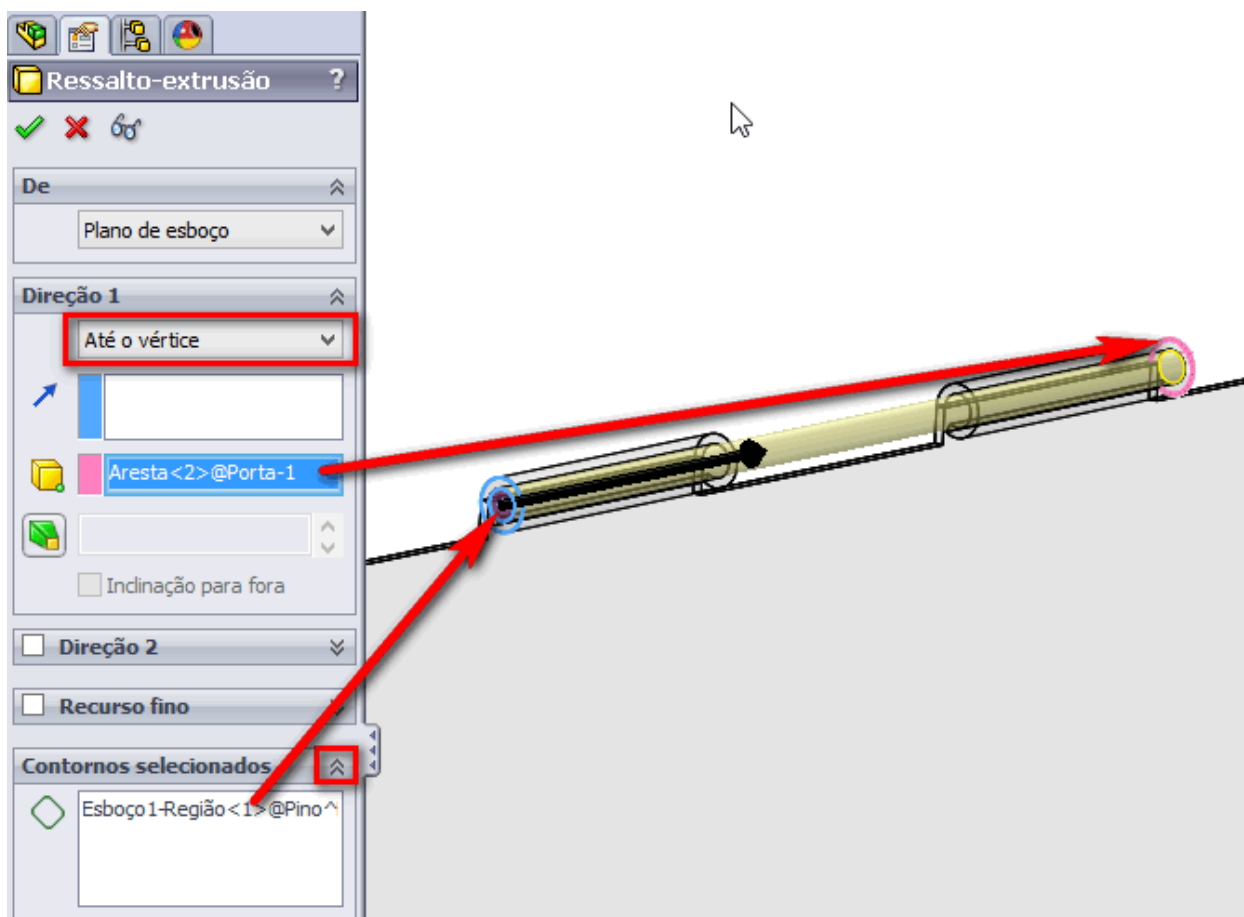

Figura 2.57 - Propriedades da ferramenta **Ressalto/ base extrudado**.
9.14. Clique em **Ressalto/ base extrudado**  na aba **Recursos**. Escolha a região do círculo interno, configure o recurso conforme a Figura 2.57 e confirme.